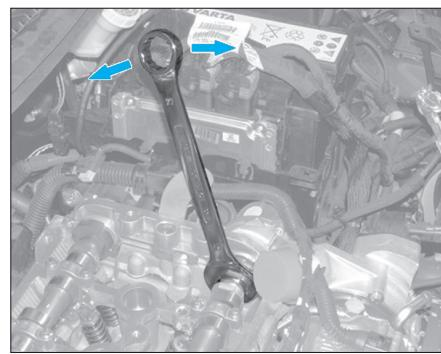

Fig. 10
- Pour faciliter l'assemblage des outils [1], [2], une légère rotation (horaire et antihoraire) des arbres à cames d'admission et d'échappement peut être effectuée ; À l'aide d'une clé mixte de 27 mm (Fig.10).